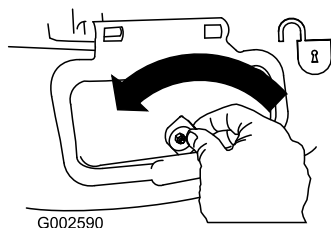

Figura 30
1. Sbloccate lo sportello di scarico laterale (Figura 30).